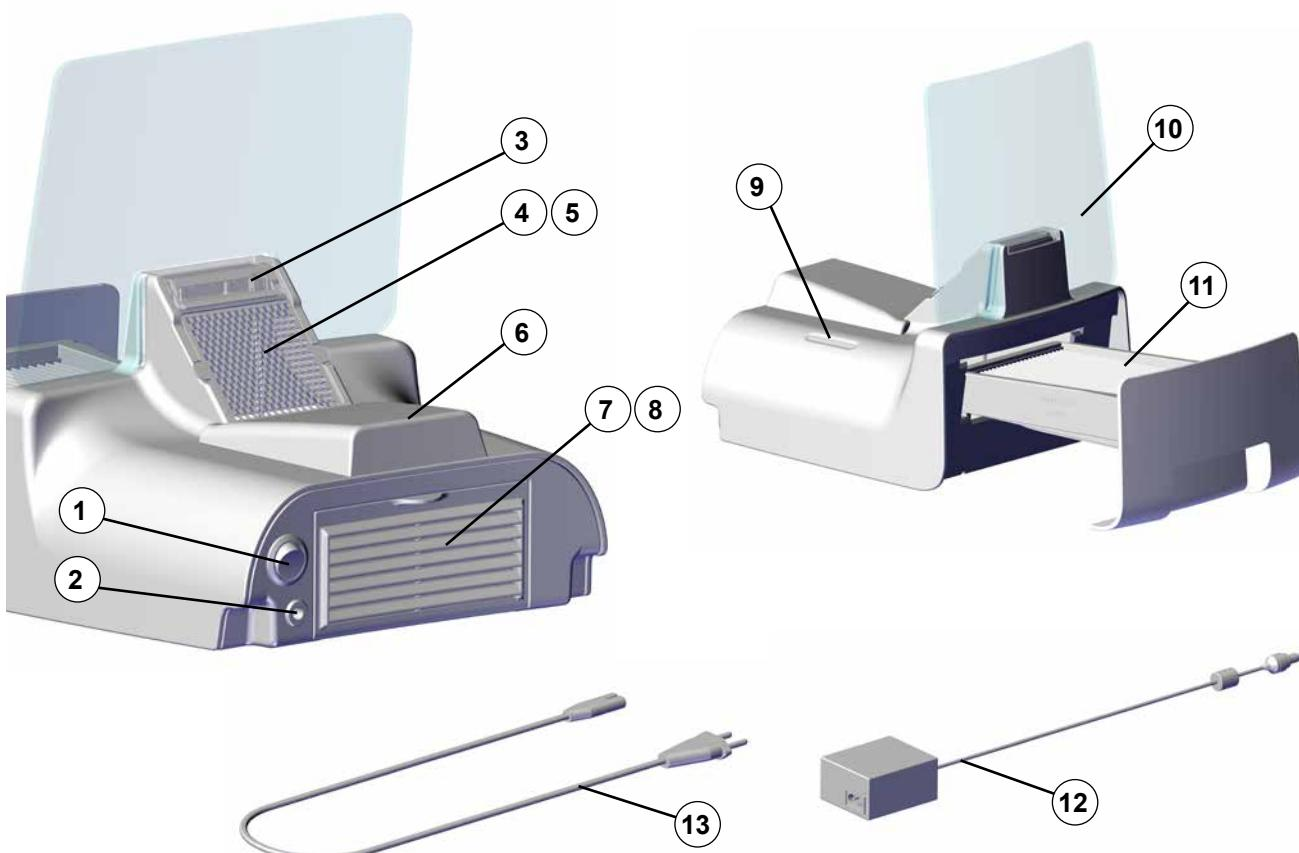

Bild 1
- ⇒ Stäng av apparaten med strömbrytaren (1, bild 1).
⇒ Anslut nätkabeln (13, bild 1) till laddaren (12, bild 1).
Apparaten slås på och av med strömbrytaren (1, bild 1).